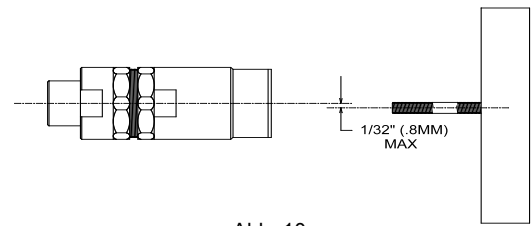

Abb. 10
- Die Führung/Spindel muss präzise auf die Stiftschraube, bzw. das Bohrloch ausgerichtet sein. Eine Ausrichtung, die mehr als 0.8 mm von der zentrischen Mitte abweicht, kann nicht akzeptiert werden (Abbildung 10).
Die Eindrehfutter sind mit einer geringen Rundlaufungenauigkeit konstruiert**. Diese Ungenauigkeit ist gewollt und macht das Eindrehfutter weniger empfindlich gegen ungenaue Führung, bzw. Toleranzen. Die maximal erlaubte Abweichung ist 0.8 mm, siehe Abbildung 10.